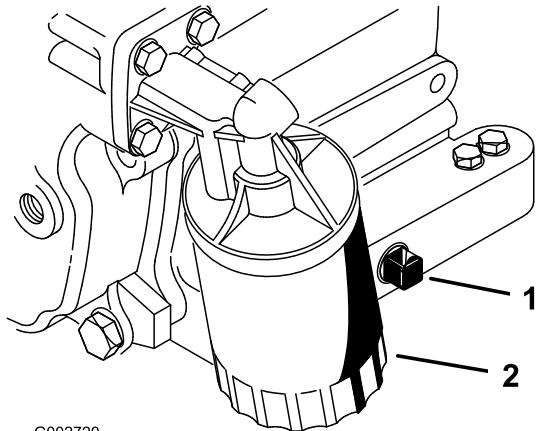

Bild 26
2. Entfernen Sie die Ablassschraube (Bild 26) und lassen das Öl in ein Auffanggefäß ab. Schrauben Sie die Ablassschraube wieder ein, nachdem das Öl abgelaufen ist.
3. Entfernen Sie den Ölfilter (Bild 26). Ölen Sie die neue Dichtung am Ölfilter leicht mit frischem Öl ein.